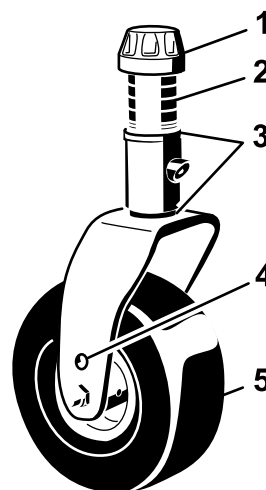
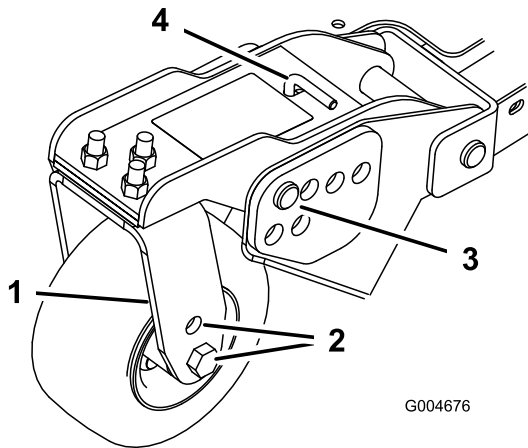
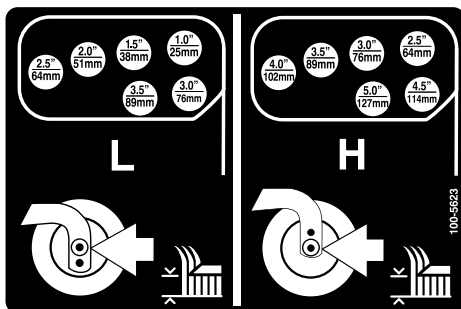

Figura 18
Figura 20
Figura 21
- Posizionate gli assali delle ruote orientabili negli stessi fori di tutte le forcelle (Figura 18 e Figura 20).
- Togliete il cappuccio di tensione dall'asse del perno ed estraete il perno dal braccio della ruota orientabile (Figura 18).
- Togliete la coppiglia ed i perni con testa dai bracci di rotazione delle ruote orientabili (Figura 20).
- Girate il tenditore per alzare o abbassare il braccio di rotazione finché i fori non sono allineati con i fori della staffa dell'altezza di taglio selezionati, nel telaio del piatto di taglio (Figura 20 e Figura 21).